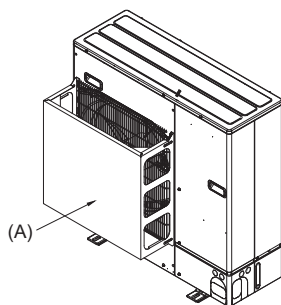

Fig. 2-5
- (2) Installer en valgfri luftledeskærm, hvis enheden installeres på en placering, hvor stærk vind fra en storm eller lignende kan gå direkte ind i luftudgangen. (Fig. 2-5)